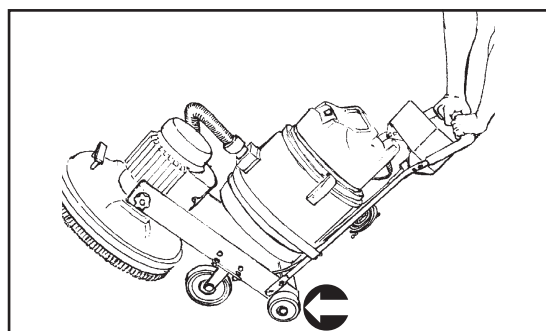

Figure 14
- Enlevez le pied de la courroie de support d'inclinaison et continuez à appuyer sur la poignée jusqu'à ce que la machine repose en position verticale sur la poignée et les roues d'inclinaison. (voir Figure 14)